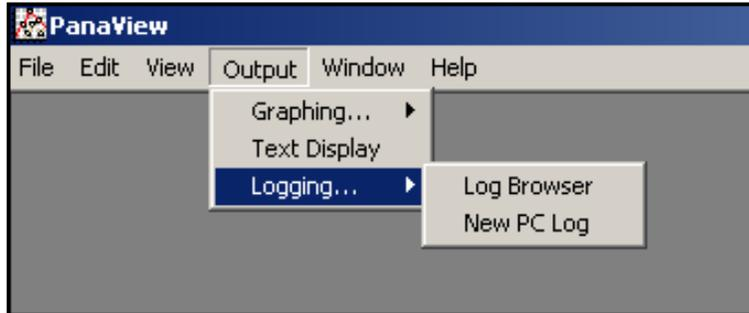
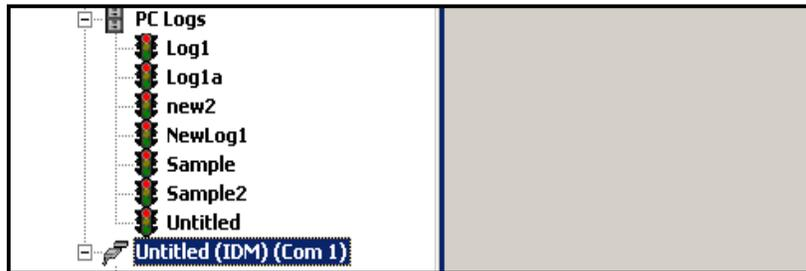
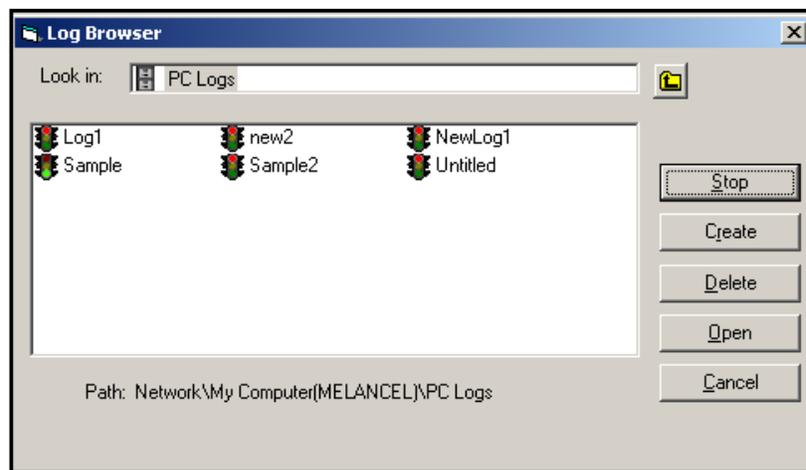

Figure 13 : Sélections dans l'option de journal
Figure 22 : Option de journaux de PC développés
Figure 23 : Sélection d'un fichier journal à partir du navigateur de journaux
1. Ouvrez le menu *Sortie* (voir Figure 13), puis cliquez sur l'option *Journal*
- Depuis le *Nouveau navigateur de débitmètre* dans PanaView, développez l'arborescence du réseau et cliquez sur l'option *Journaux de PC*. Si vous avez créé un ou plusieurs journaux, l'arborescence ressemblera à la Figure 22. Double-cliquez sur le nom du journal pour ouvrir le journal, ou ;
- Déroulez le menu *Sortie* (voir Figure 13 à la page 54), puis cliquez sur l'option *Navigateur de journaux*. Accédez à la boîte de dialogue *Journaux de PC* comme décrit dans les sections précédentes. Un écran similaire à celui illustré à la Figure 23 apparaît.
Notez que chacun des fichiers journaux de la Figure 22 et de la Figure 23 a une icône de feu de circulation à côté de son nom. Ces icônes indiquent l'état actuel du journal comme suit :